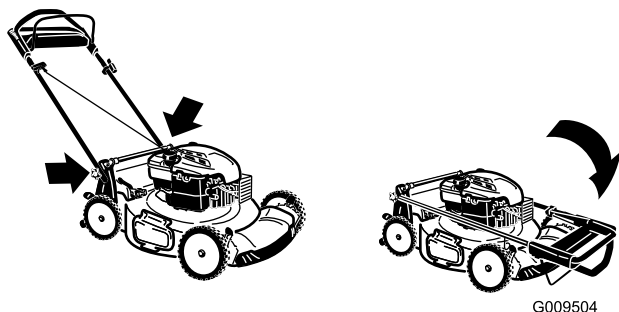

Рисунок 32
2. Поверните верхнюю рукоятку вперед, как показано на Рисунок 32.